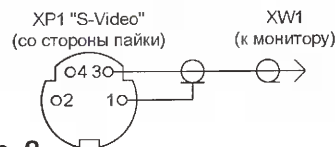

Рис. 2
Вход монитора соединяют отрезком коаксиального кабеля волновым сопротивлением 75 Ом с выходом полного (композитного) телевизионного сигнала видекарты — гнездом "тюльпан". Еще лучше подключить монитор к выходу яркостного (Y) сигнала разъема "S-Video" видекарты. Это избавит от "муара", создаваемого на экране сигналами цветности. Схема кабеля для такого подключения показана на рис. 2. Для питания монитора требуется источник стабилизированного постоянного напряжения 12...13 В, способный отдавать в нагрузку ток не менее 2 А.